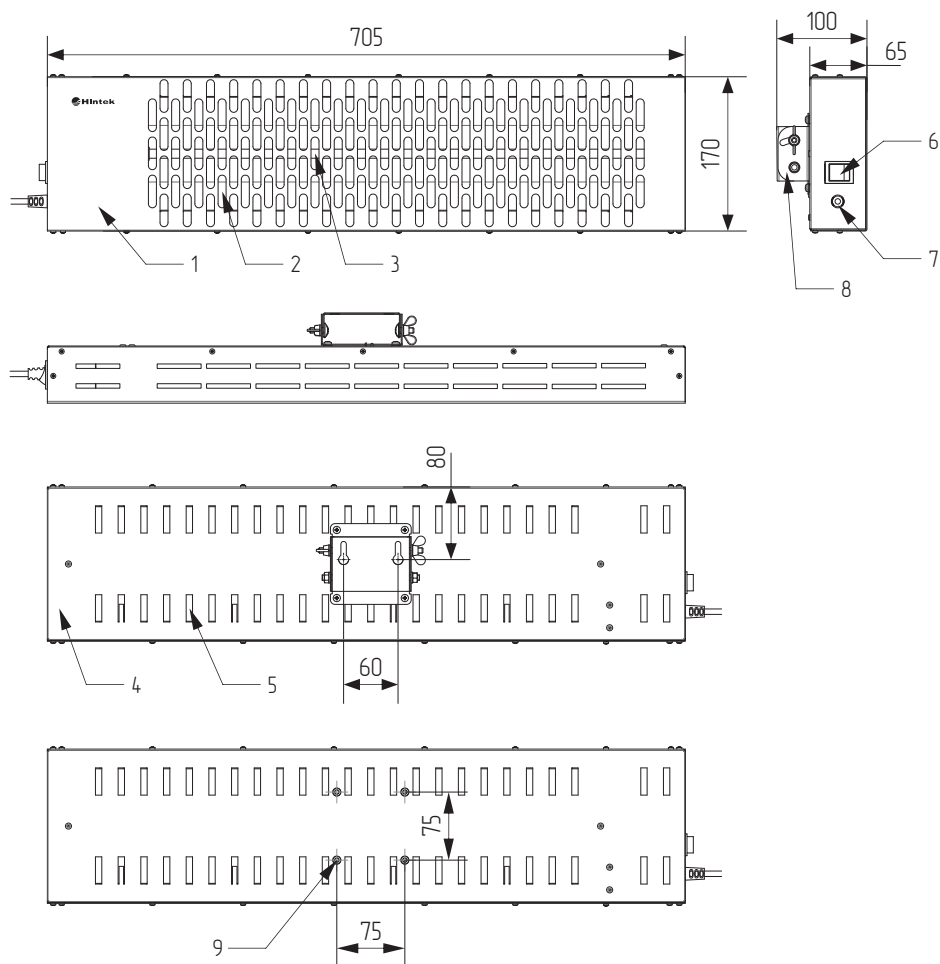

Рисунок 1. Габаритный чертёж и элементы конструкции электрического обогревателя Unicum-1000.
5.1. Обогреватель (см. рис. 1, 2) представляет собой металлический корпус, состоящий из передней панели (1), защитной решётки (2) и задней панели (4). Внутри корпуса на шасси расположен нагревательный элемент (3) – трубка из кварцевого стекла, внутри которой расположена нагревательная спираль. За нагревательным элементом имеется отражающий экран. На боковой поверхности корпуса расположены роковый переключатель (клавишный выключатель) с подсветкой (6) и выход шнура питания (7).
- 6.6. На стене с помощью уровня и рулетки (линейки) следует разметить отверстия для монтажа обогревателя. Размеры для разметки приведены на рис. 1, 2.